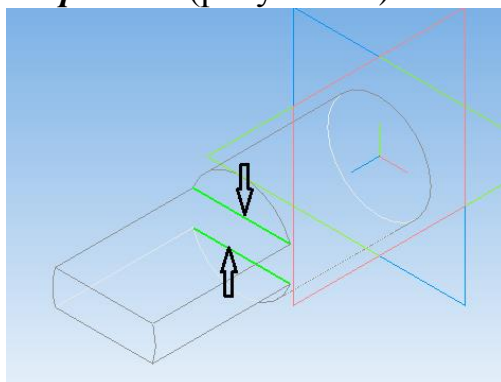

Рисунок 43.
12. Удерживая клавишу «*Ctrl*» выберите 2 кромки среза (рисунок 43) .